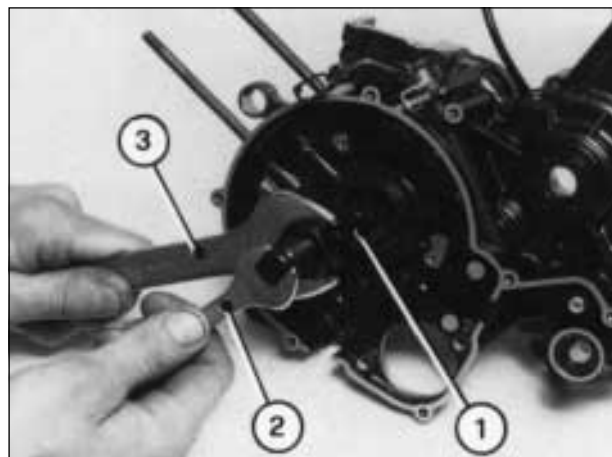

Fig. 44
- 6) MONTARE l'imbiellaggio nel semicarterm del lato volano utilizzando l'attrezzo (1-Fig. 44), con una chiave da 13 mm (2-Fig. 44) tenere la biella al P.M.S. mentre si avvita il dado con una chiave da 27 mm (3-Fig. 44) fino a quando l'imbiellaggio tocca contro il cuscinetto.
- 6) FIT the crankshaft in the crankcase (left) using the tool (1-Fig. 44), hold the con-rod at T.D.C. with a 13 mm wrench (2-Fig. 44) while tightening the nut with a 27 mm wrench (3-Fig. 44) until the crankshaft assy touches against the bearing.